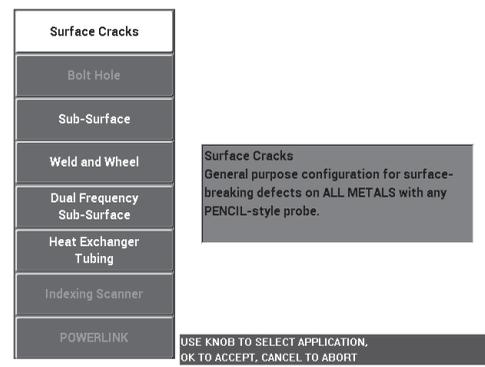

Figura 5-84 L'applicazione Cricche superficiali
2. Premere una volta il tasto di menu ADV SETUP (🔧) ed in seguito selezionare **SELEZ.APP.** (selezione applicazione) [tasto A] per aprire il menu di selezione dell'applicazione. Selezionare **Cricche superficiali** con la manopola ed in seguito premere ✓ per confermare (vedere Figura 5-84 a pagina 200).
ANGLE () e regolare l'angolo di lift-off fino a quando è orientato perpendicolarmente (90°) [vedere Figura 5-84 a pagina 200].